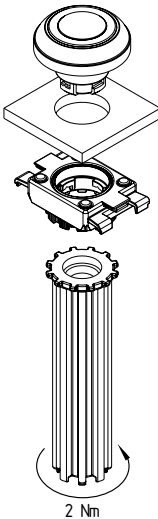

Fig. 2
1. Montaje del cabezal del elemento de mando y brida de montaje con ayuda de la herramienta de montaje RMW "girando a la derecha" (véase fig. 2):